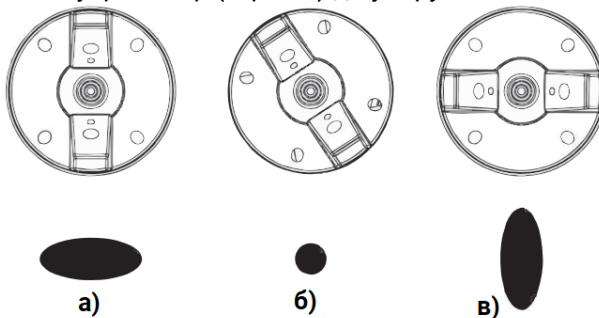

Рисунок 5. Схема встановлення режимів роботи виробу.
5.1.5 Налаштування напрямної розпилення потоку (рис. 5) для різної техніки фарбування.
- **вертикально** – для формування горизонтального струменя під час фарбування значних вертикальних поверхонь (рис. 5а);
- **горизонтально** – для формування вертикального струменя під час фарбування значних горизонтальних поверхонь (рис. 5в);
- **під кутом 45°** – для формування круглого струменя під час універсального фарбування кутів, ребер, важкодоступних поверхонь (рис. 5б).